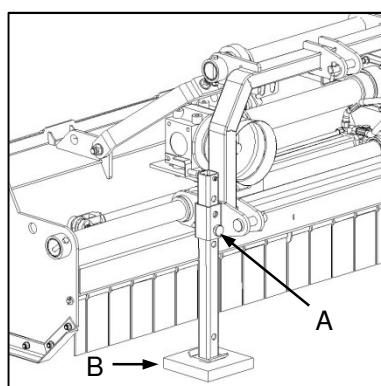

Fig. 5
- ✓ Extend the parking jack and select an appropriate pin hole (Fig. 5-A) to allow the implement to assume a level position.
- ✓ In soft ground conditions, it is recommended to use a wooden block (Fig. 5-B) for added stability.
- ✓ Verleng die parkeerdomkrag en kies 'n gepaste penaatjie (Fig. 5-A) om die implement gelyk te laat staan.
- ✓ Dit word aanbeveel dat 'n houtblok (Fig. 5-B) vir ekstra stabiliteit gebruik word waar die grond sag is.